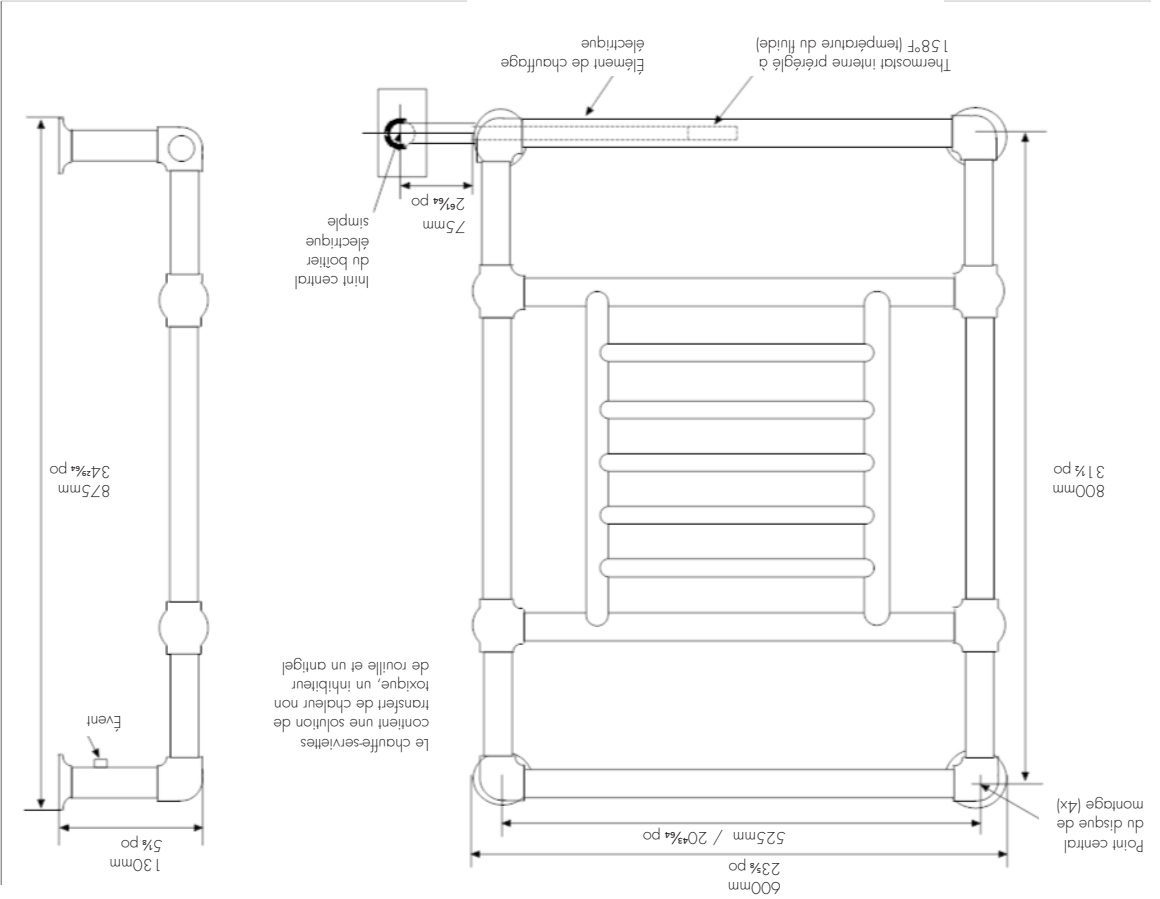

Figure 2
2. Une alimentation électrique passe ensuite du boîtier électrique du contrôleur à un boîtier électrique simple (inur chauffe-serviettes). L'emplacement de cette boîte électrique détermine l'emplacement de votre chauffe-serviettes (voir figure 2).
3. Des montants muraux ou un contreplaque sont nécessaires dans le mur à tous les emplacements des supports. Voir la figure 2 inur l'emplacement des supports.
2. fournies et aux emplacements illustrés à la figure 2.